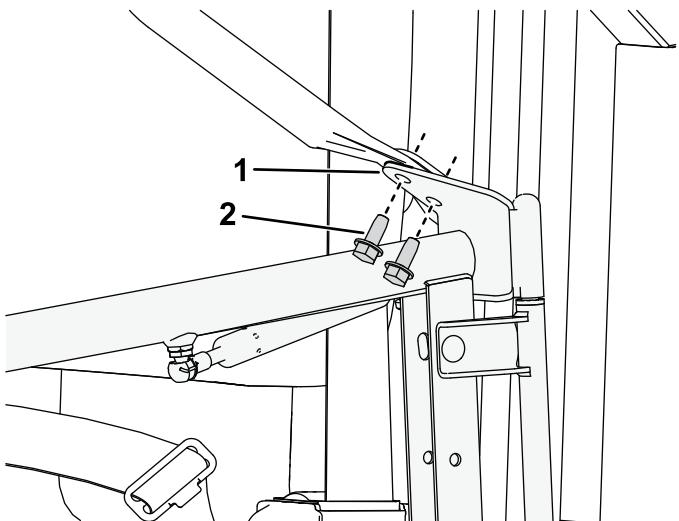

Figure 9
- Fixez légèrement la charnière supérieure de la porte au support de la retenue d'épaule à l'aide des vis retirées à l'opération 5 (Figure 9).